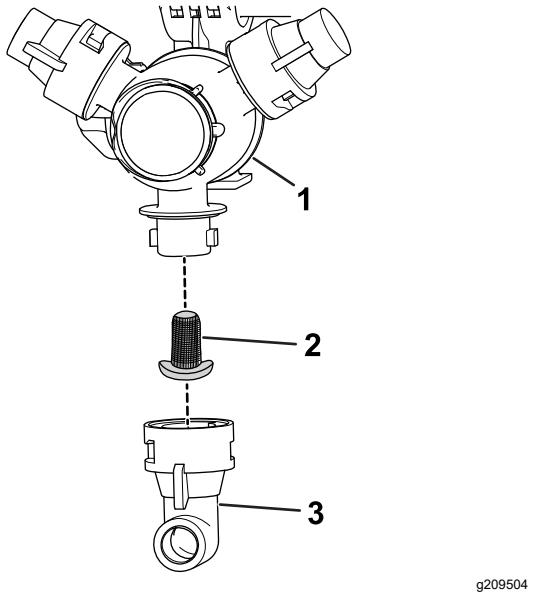

Figure 97
- Déposez la buse de la tourelle de pulvérisation (Figure 97).
- Déposez le filtre de buse (Figure 97).
- Montez le filtre de buse (Figure 97).
- Montez la buse sur la tourelle de pulvérisation (Figure 97).